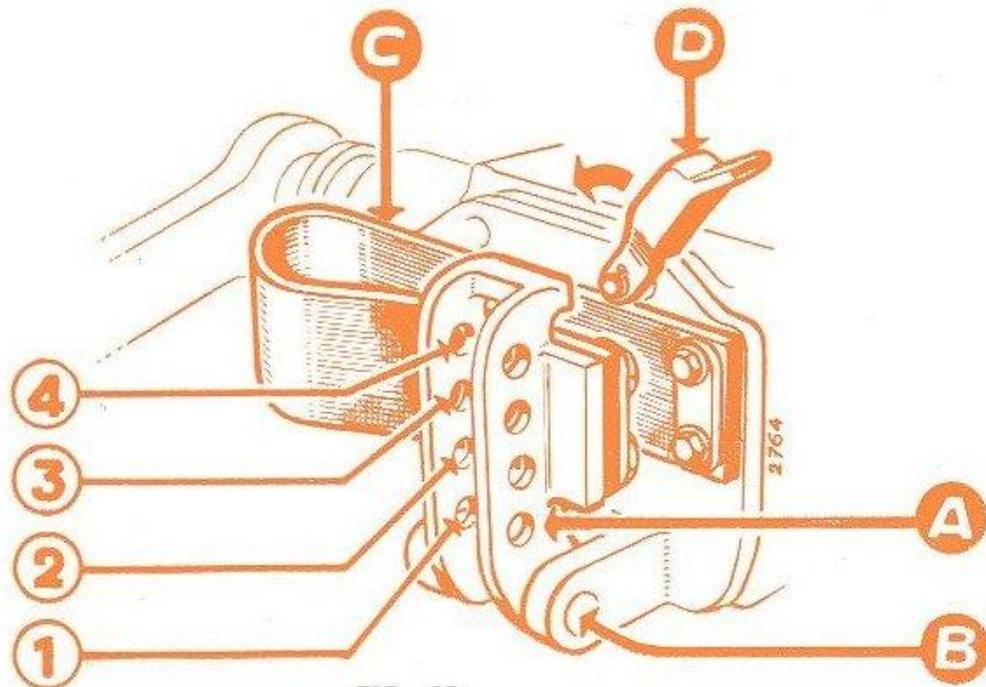

FIG. 18
3) SENSIBILITÉ (fig. 18)
NOTA. Un coin pivotant (D) fig. 18 est destiné à être engagé entre le support mobile du 3^e point et le couvercle du relevage, soit en transport, soit pour le fonctionnement en position contrôlée. Ne pas oublier de l'ôter lors du travail en effort contrôlé.